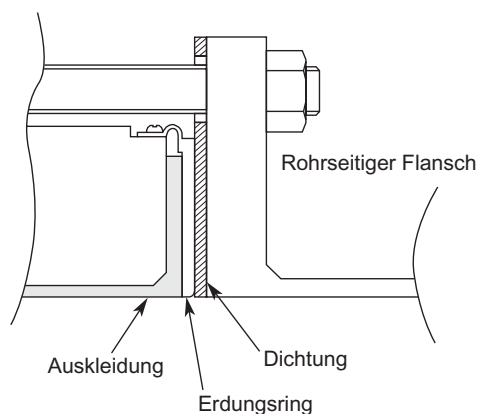

Abbildung 2-15 Installation mit SUS-Erdungsring und Metallrohr
- Installieren Sie den Detektor wie in Abbildung 2-15 gezeigt. Das Anzugsdrehmoment für die Schrauben ist vom Dichtungsmaterial unabhängig. Das korrekte Drehmoment entnehmen Sie bitte Tabelle 2-1 auf Seite 2-12. Den Innendurchmesser der Dichtungen entnehmen Sie bitte Tabelle 2-2 auf Seite 2-15.